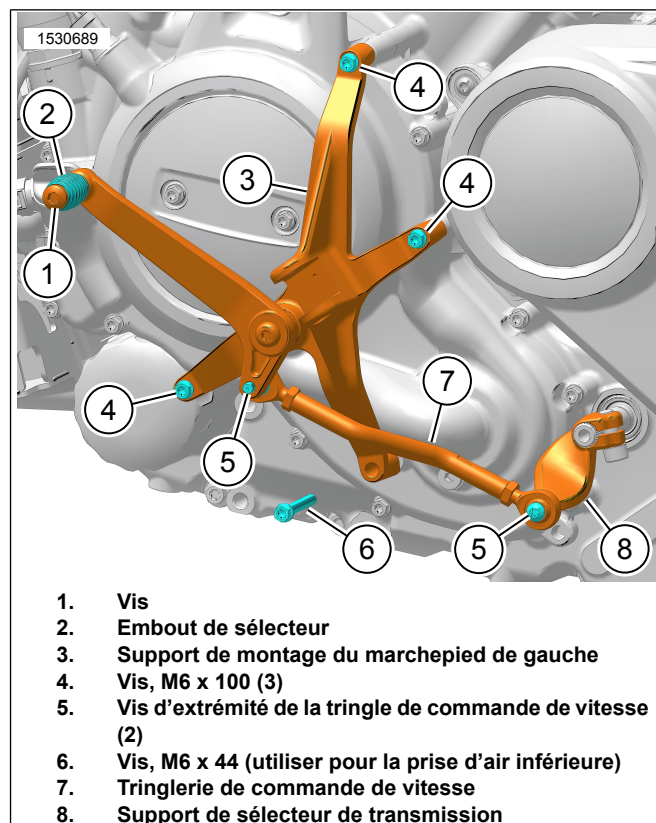

Figure 7. Support de montage du marchepied de gauche
1. Voir la Figure 7. Installer le support de montage du marchepied de gauche (3).
- a. Positionner le support de montage (3) sur le collecteur de liquide de refroidissement à l'endroit où les vis ont antérieurement été retirées.
2. Installer les vis (4). Serrer.
- a. Voir la Figure 7. Utiliser la vis (6) pour achever la procédure.